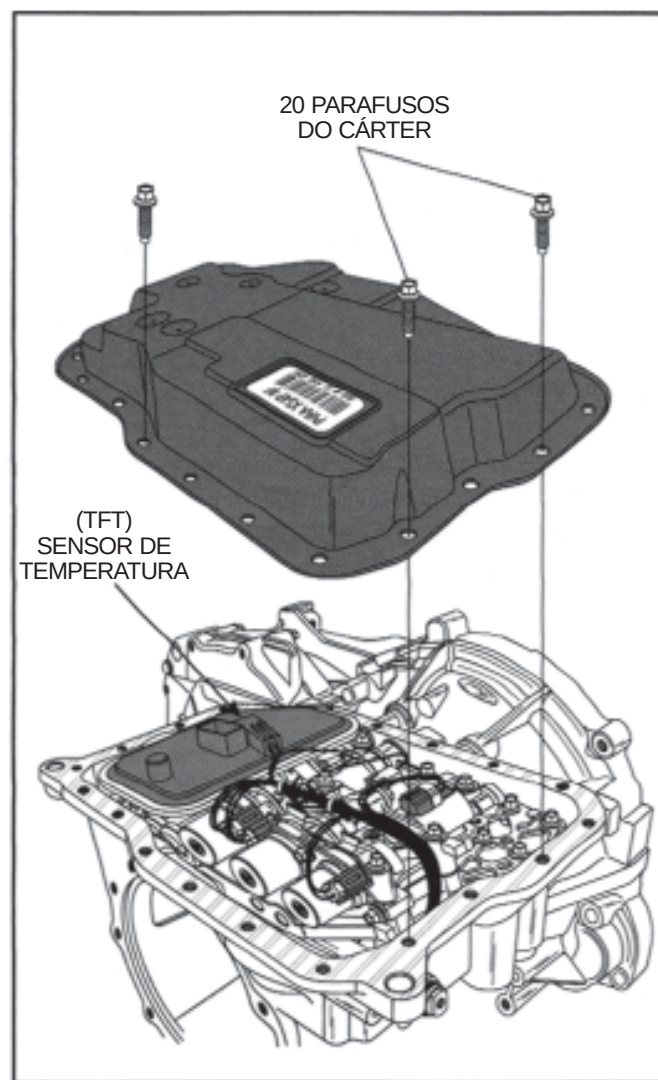

Figura 163
21. Instale o sensor TFT do fluido no filtro (Vide Figura 163).
24. Instale o cárter do fluido da transmissão, conforme ilustrado na Figura 163.